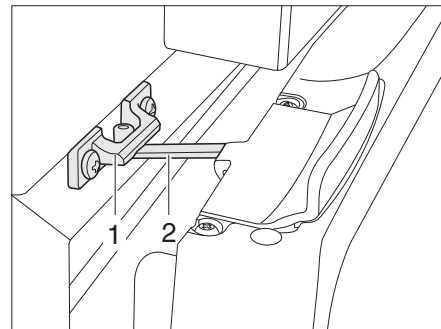

Bild 278 Kylskåpsdörr i ventilationsläge (Thetford)
- För upp låset (Bild 278,2) och haka fast det i låsfästet (Bild 278,1). Därvid stannar kylskåpsdörren i öppet läge.